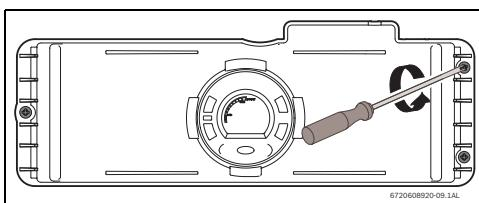
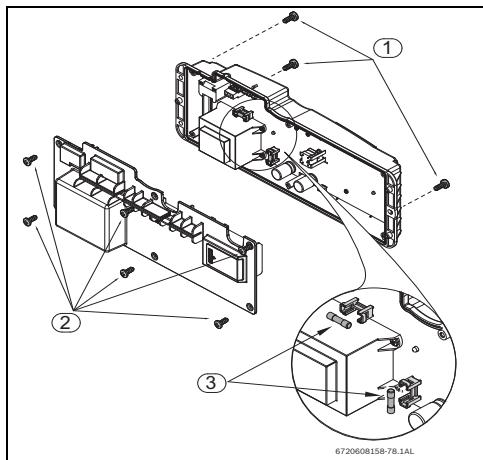

Рис. 38
Рис. 39 Расположение предохранителей
- ▶ отпустите три винта на блоке управления (Рис. 38 и Рис. 39 , поз. 1).
- ▶ Отпустите шесть винтов на задней крышке блока управления., Рис. 39 , поз. 2.
- ▶ Проверьте предохранители на печатной плате, см. Рис. 39 , поз. 3.
- ▶ После проверки предохранителей установите все детали на место в обратном порядке (Рис. 39 , поз. 3).